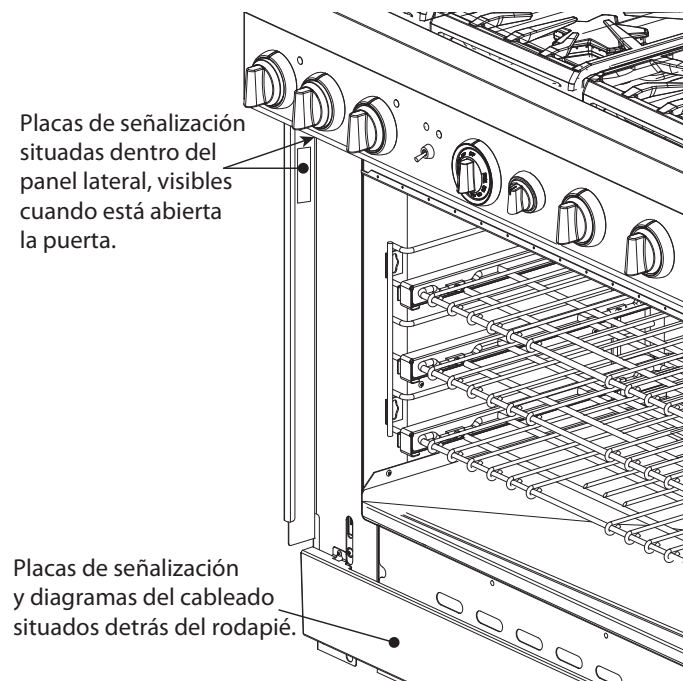

Figura 34: Ubicaciones de la placa de información y del diagrama de cableado (no se muestra la puerta del horno)
3. Inserte un destornillador plano entre la atadura de fijación y la caja protectora (Figura 34, A).
6. Quite la tapa de la lente de vidrio (Figura 34, B).
8. Tire hacia abajo para instalar la bombilla correctamente (Figura 34, C).
9. Instale la lente de protección en la atadura del soporte y empuje la otra extremidad hasta que la atadura de fijación se enganche a la caja protectora (Figura 34, D).